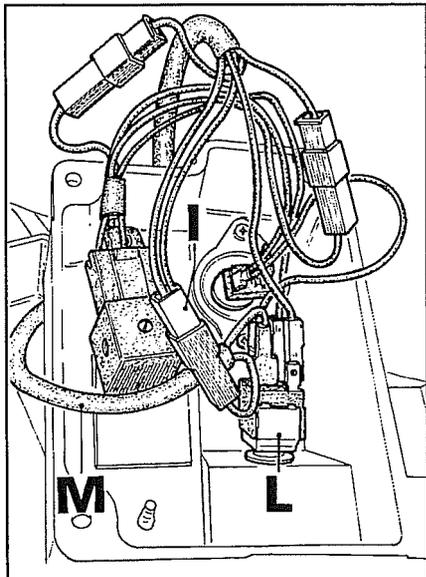

Fig. 38
5. Brancher le câblage **M** fig.38. Pour cela il faut débrancher le double câble marron à points noirs **I** de l'interrupteur de commande de montée/descente **L**, puis brancher un des deux câbles à l'interrupteur **L** et l'autre aux double câble **I**.